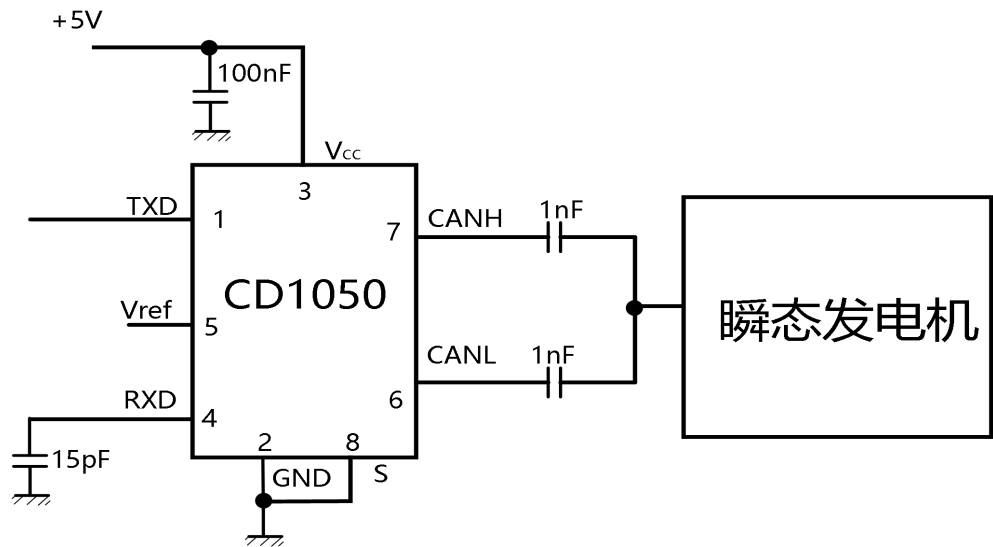

图 4. 汽车瞬态测试电路
1.施加瞬态的波形应符合“ISO 7637 第 1 部分”，试验脉冲 1、2、3a 和 3b (见图 4)。
高速模式是正常操作模式，通过将引脚 S 接地来选择。如果引脚 S 未连接，则为默认模式。但是，为了确保仅使用高速模式的应用中的 EMI 性能，建议将引脚 S 接地。在静音模式下，发射器被禁用。所有其他 IC 功能继续运行。静音模式是通过将引脚 S 连接到 VCC 来选择的，可用于防止由于 can 控制器失控而导致网络通信受阻。如果引脚 TXD 因硬件和/或软件应用程序故障而被强制为永久低电平，“TXD 主要超时”定时器电路可防止总线被驱动至永久主要状态（阻断所有网络通信）。定时器由引脚 TXD 上的负沿触发。如果引脚 TXD 上的低电平持续时间超过内部定时器值，则变送器被禁用，从而使总线进入隐性状态。定时器通过引脚 TXD 上的正沿复位。引脚 CANH 和 CANL 受到汽车电气瞬态保护（根据“ISO 7637”；见图 4）。